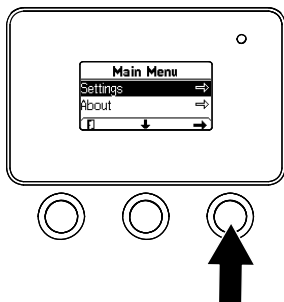

Figura 20
1. En el MENÚ PRINCIPAL, utilice el botón central para desplazarse hacia abajo al menú AJUSTES y pulse el botón derecho (Figura 20).